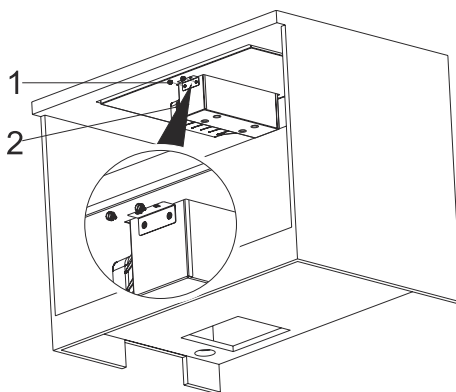

Fig. 16
6. Fäst nu behållaren med de medföljande tumskruvarna (Fig. 16).